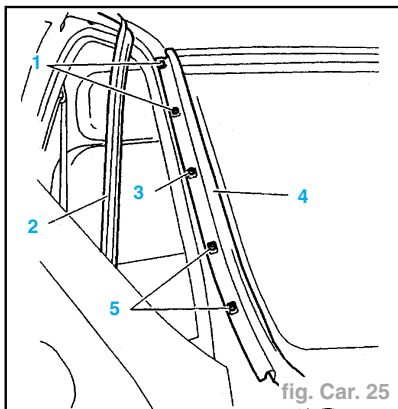

fig. Car. 25
- Déposer (de chaque côté) (fig. Car. 25) :
- le joint anti-salissure (2),
- l'enjoliveur (4) (vis (1), (5) et pion (3)).